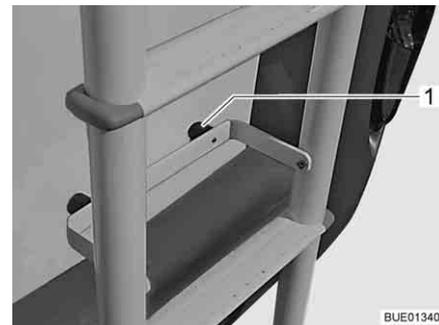

Fig. 2 Scaletta ribaltabile, scaletta ribaltata verso il basso
- Appoggiare la staffa di protezione con i tamponi paracolpi in gomma (Fig. 2,1) alla parete posteriore del veicolo.